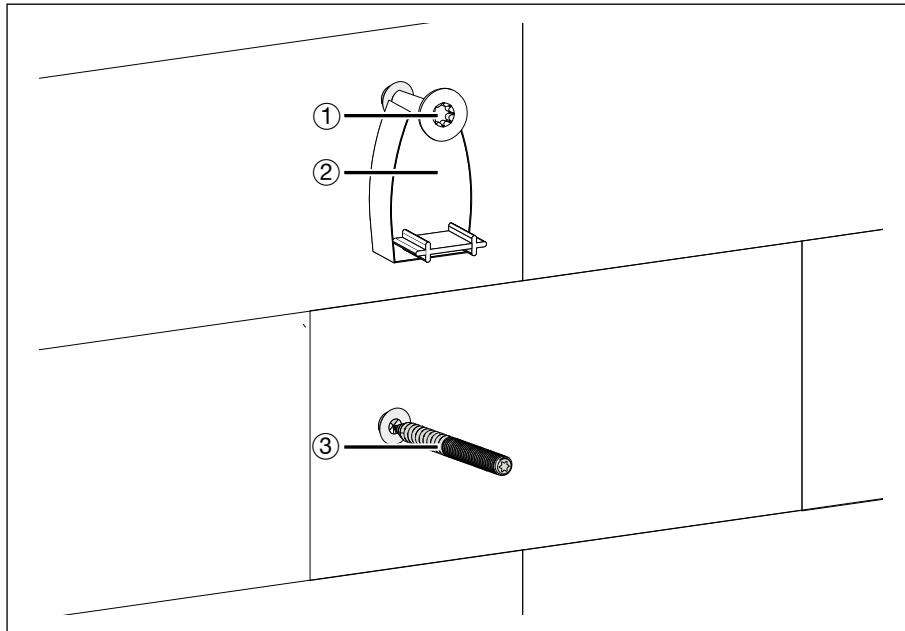

Fig. 15 : Montage des vis sur le mur
- ① Vis à tête large 5 x 60
- ② Aide au montage
- ③ Vis à double filetage
- ⑨ Couper les deux ergots d'arrêt ① avec une pince coupante.
- ⑩ Pousser le capuchon ② vers l'extérieur.
- ⑪ Installer le porte-câbles avec l'ouverture ③ sur la vis à tête large (cf. fig. 15 : Montage des vis sur le mur).
- ⑫ Positionner l'ouverture ④ sur la vis à double filetage.
- ⑬ Positionner la rondelle plate sur la vis à double filetage à travers l'ouverture inférieure du porte-câbles.
- ⑭ Ensuite, tourner l'écrou borgne sur la vis à double filetage.
- ⑮ Avec une clé anglaise de 10 mm, serrer l'écrou borgne à travers l'ouverture inférieure du porte-câbles.
- ⑯ Replacer le capuchon ② sur le porte-câbles.